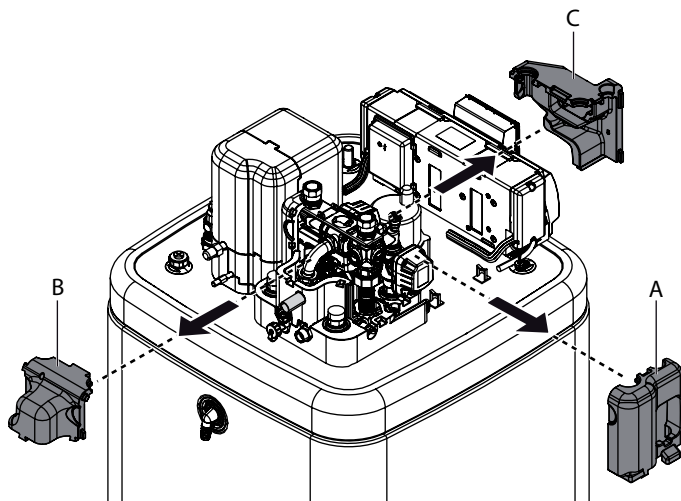

Bild 4-8 Obere Wärmedämmung abnehmen
- Seitendämmelement (Bild 4-8, Pos. A) waagrecht abziehen.
- Hinteres Dämmelement (Bild 4-8, Pos. B) waagrecht abziehen.
- Vorderes Dämmelement (Bild 4-8, Pos. C) waagrecht abziehen.